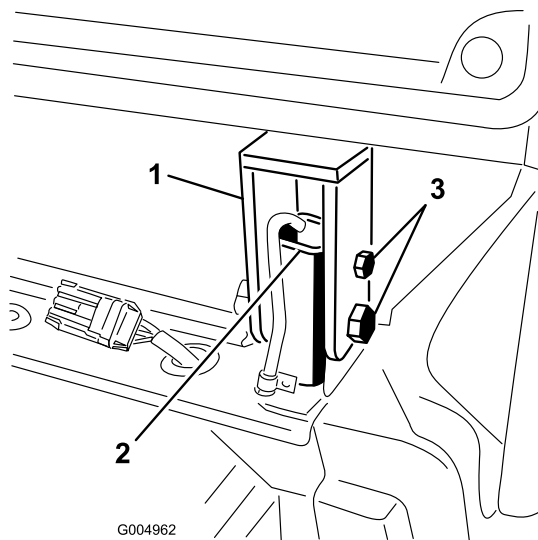

Figure 84
25. Retirez les boulons et écrous qui fixent les supports arrière de la cabine aux montants du système de protection antiretournement (ROPS) (Figure 84). Ajustez le cric si les boulons coincent et sont difficiles à retirer.